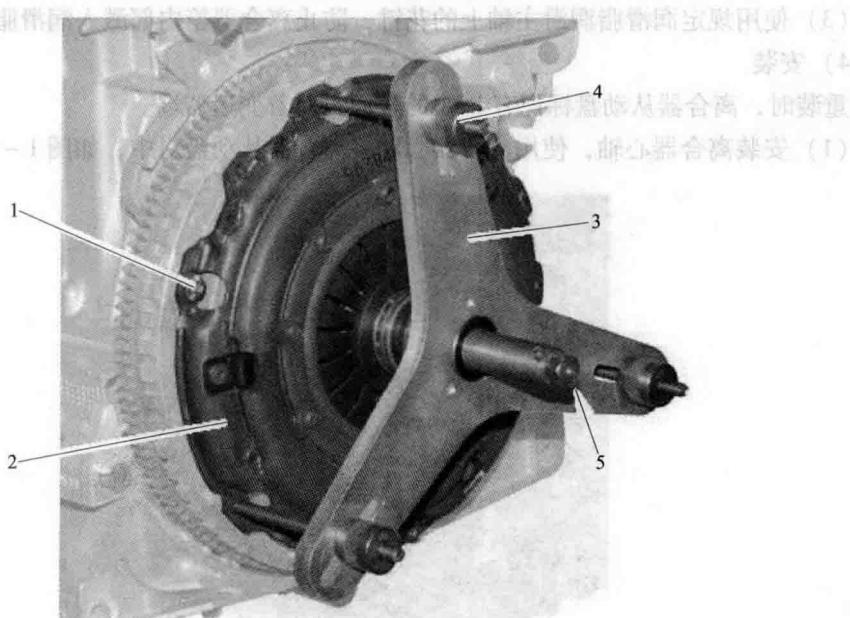

图 1-9 离合器机构压缩机的安装方法
(3) 如图 1-9 所示, 安装离合器机构压缩机和支撑销。